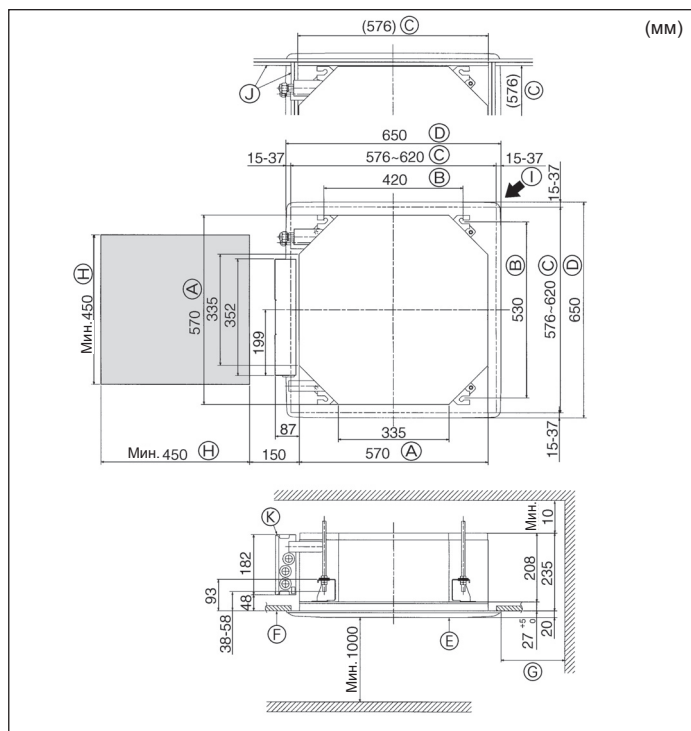

Fig. 4-2
⑤	Винт с прокладкой (M5 × 25) для установки решетки	4
⑥	Соединительная муфта для дренажа	1
⑦	Изоляция	1
⑧	Шуруп крепления для ⑨ 3,5 × 16 (черный) (для SLZ-KA-VAL3)	2
⑨	Держатель пульта дистанционного управления (для SLZ-KA-VAL3)	1
⑩	Батарейка (AAA) (для SLZ-KA-VAL3)	2
⑪	Беспроводной пульт дистанционного управления (для SLZ-KA-VAL3)	1
4.2. Расположение отверстия в потолке и навесных болтов (Fig. 4-2)